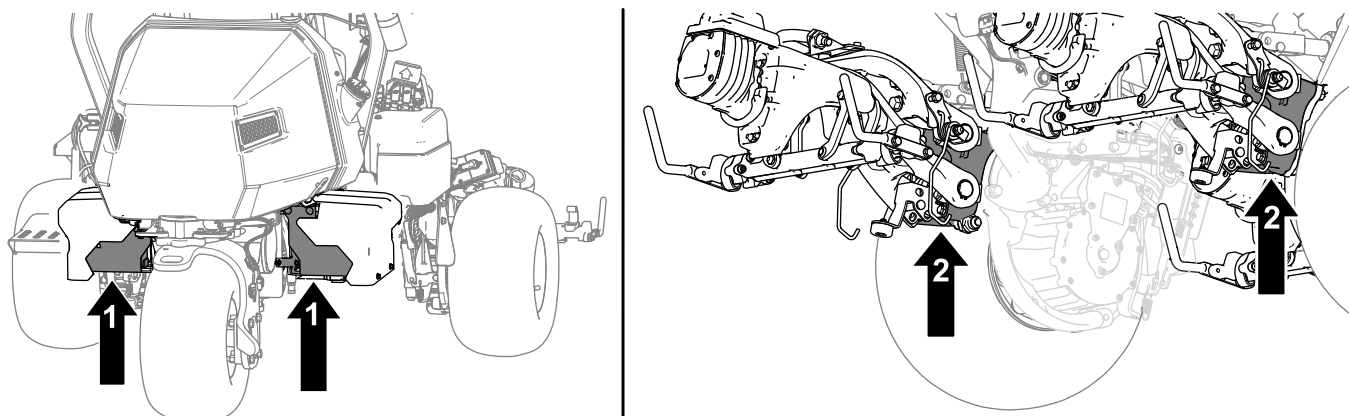

図 43
2. マシンを浮かせたら、以下の部分に適切なジャッキスタンドを入れて機体を支える図 43。